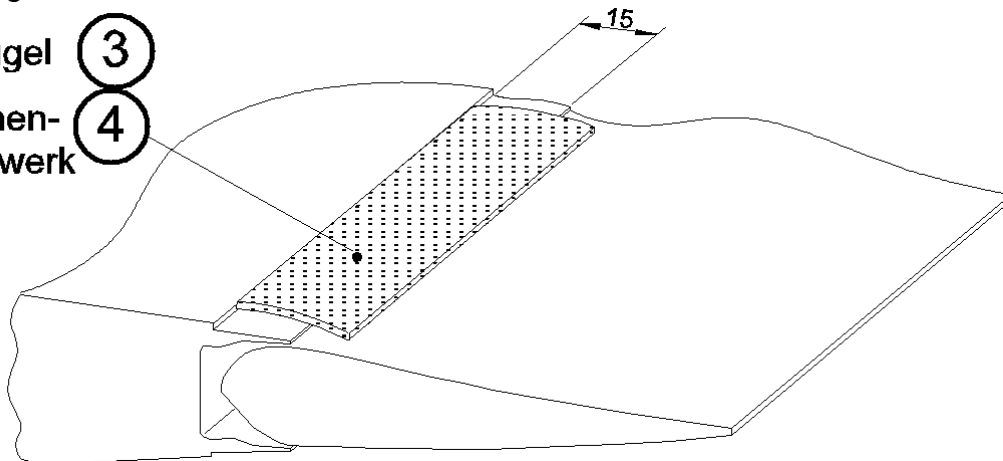
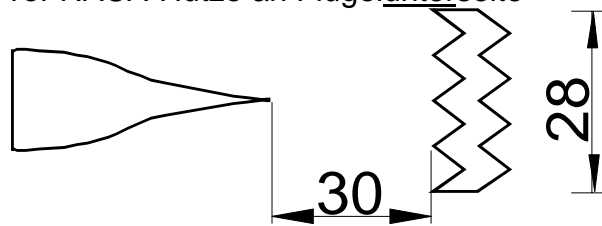

Fig. 4 - Zick-Zack-Band vor NACA-Hutze an Flügelunterseite
Fig. 5 - Zick-Zack-Band zwischen Querruderende und Flügelrandbogen an Flügelunterseite
Siehe Fig. 4 & 5
Zackenband wird im Bereich der NACA-Hutzen (siehe Fig. 4) und am 15m-Außenflügel zwischen Querruder-Ende und Flügelrandbogen (siehe Fig. 5 und in Tabelle unter "Material") aufgeklebt.
A) = 6 x 0,03 m Flügelunterseite vor den NACA-Hutzen (siehe Fig. 4)
B) = 2 x 0,3 m Flügelunterseite außen vom Querruderende bis Randbogen (siehe Fig. 5)